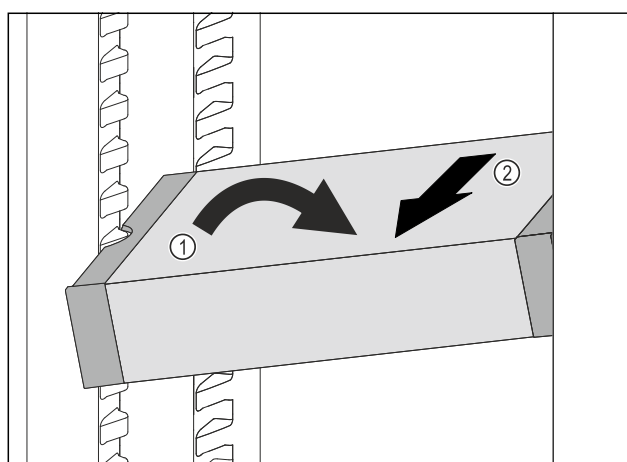

Fig. 109
- ▶ VarioSafe ustawić w chłodziarce pod skosem. Fig. 109 (1)
- ▶ VarioSafe wyjąć do przodu. Fig. 109 (2)